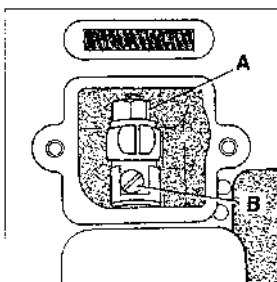

Fig. 12
To change the stitch length, remove the cover plate located below the serial number of the machine. Loosen lock nut (A, Fig. 12) and turn stitch length adjusting screw (B) clockwise to shorten stitch or counterclockwise to lengthen it. After adjustment, retighten lock nut (A) and replace the cover plate.
Zum Verändern der Stichlänge entfernen Sie den Deckel unter der Seriennummer der Maschine. Lösen Sie die Mutter (A, Fig. 12) und drehen die Stichlängeneinstellschraube (B) im Uhrzeigersinn, um den Stich zu verkürzen oder im Gegenuhrzeigersinn, um ihn zu verlängern. Ziehen Sie die Mutter (A) nach dieser Einstellung wieder an und schrauben den Deckel wieder auf.